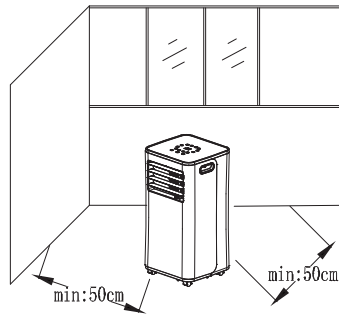

Fig. 1
- 기기는 반드시 창문이 있는 방 안에 위치하여야 합니다. (Fig.1 참조)